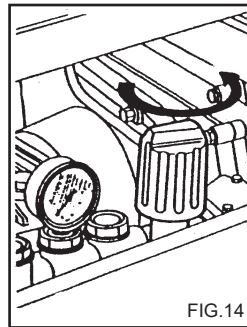

FIG. 14
Il presente capitolo riguarda solo i modelli provvisti del dispositivo "Regolatore di pressione". Il dispositivo regolatore di pressione, fig. 14 permette di regolare la pressione di lavoro. Ruotando la manopola C in senso antiorario (B) (minimo) si ottiene così una riduzione della pressione di esercizio.